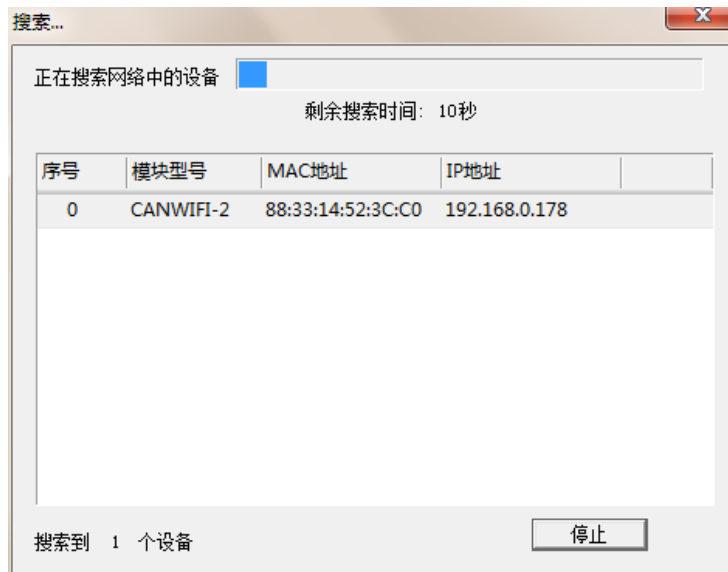

图 3.3 ZNetCom 软件搜索设备
5. 单击  搜索设备 出现如图 3.3 所示界面，可以获知设备 IP 地址。